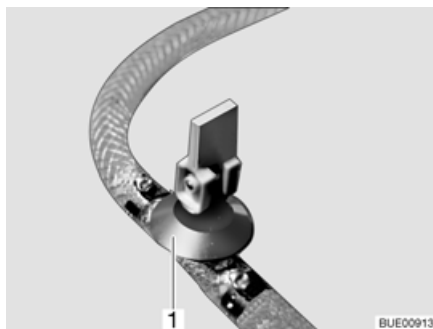

Fig. 194 Robinet de vidange (avec levier à bascule)
- Ouvrir tous les robinets de vidange. Placer pour ce faire le levier à bascule du robinet de vidange (Fig. 194,1) à la verticale.